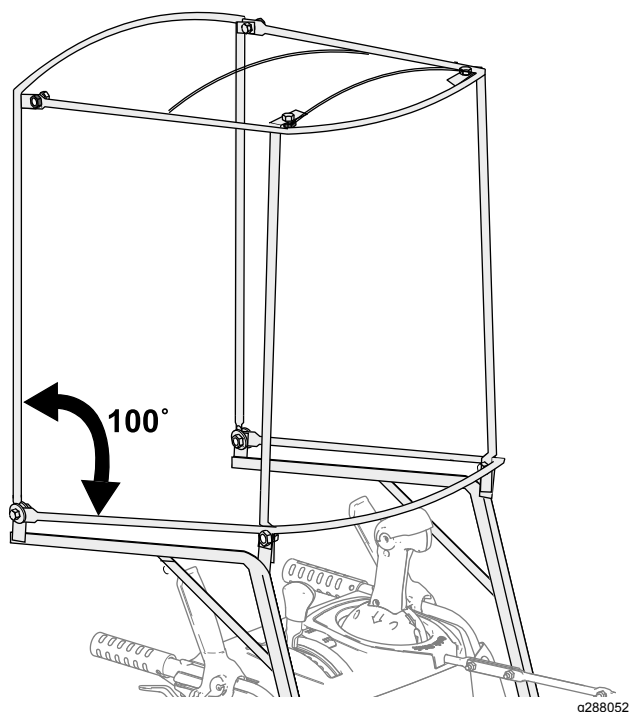

Figure 5
1. Boulon ($\frac{1}{4} \times \frac{5}{8}$ po) (4)
2. Contre-écrou (4)
6. Vérifiez qu'un angle d'environ 100° existe entre le cadre horizontal et le cadre arrière (Figure 5).